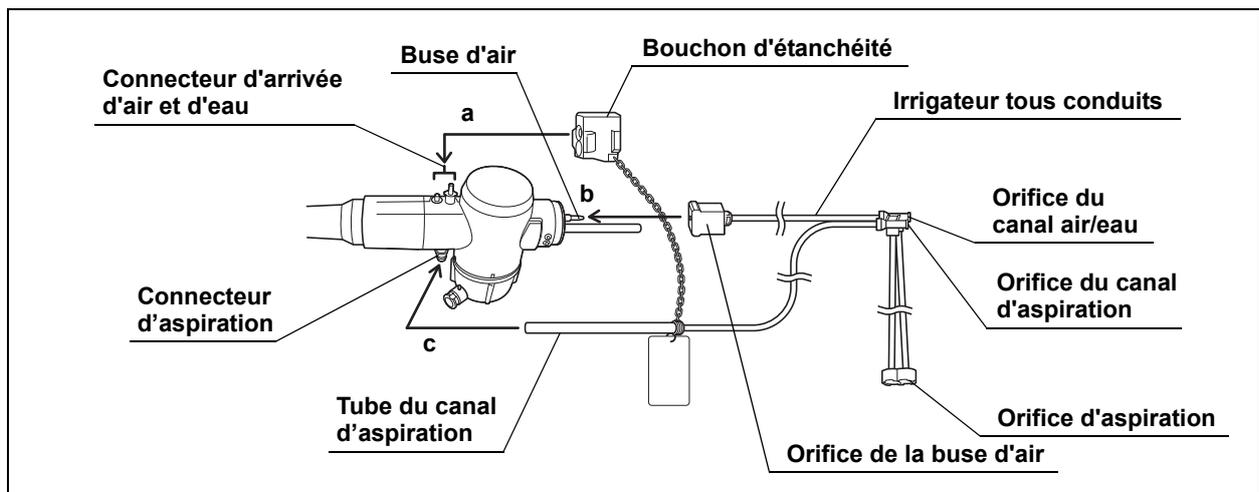

Figure 5.35
3. Immergez l'orifice d'aspiration de l'irrigateur tous canaux (MH-946) dans l'eau. (Voir Figure 5.35)